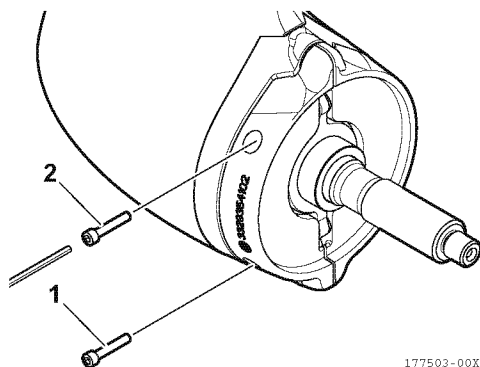
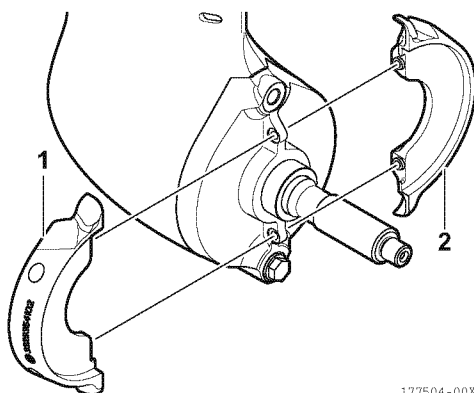

Figura 27
Figura 28
1. Utilizzando la chiave a brugola, allentare e rimuovere le viti di fissaggio (1, 2, **Figura 27**) degli anodi (1, 2, **Figura 28**).
2. Rimuovere gli anodi (1, 2, **Figura 28**). Pulire la sede delle viti e degli anodi, rimuovendo eventuali residui.